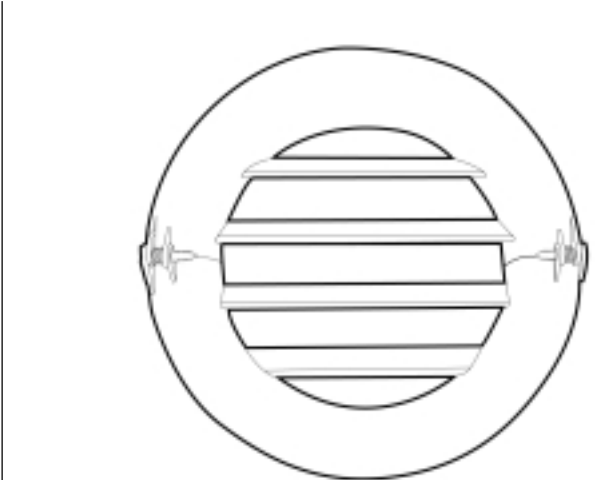

Fig. 7
- Giren la rejilla hasta que las aletas estén completamente horizontales y con la inclinación dirigida hacia el exterior (fig.7).
- Turn the grille until the flaps are horizontal, slanting towards the outside (fig. 7).
- Das Gitter drehen, bis die Rippen waagrecht ausgerichtet und nach aussen geneigt sind (Abb. 7).
- Ruotate la griglia sino a quando le alette sono ben orizzontali e con l'inclinazione rivolta verso l'esterno (fig. 7).
- Draai het rooster totdat de lamellen goed horizontaal zitten en het hellende gedeelte naar buiten toe gedraaid is (fig. 7).